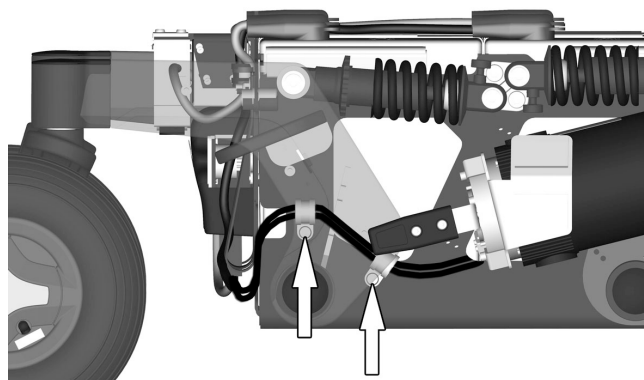

Abbildung 51. Die Kabel von Antriebsmotor und Magnetbremse sind mit zwei Leitungshaltern montiert.
7. Die beiden Leitungshalter demontieren. Siehe Abbildung. 51.